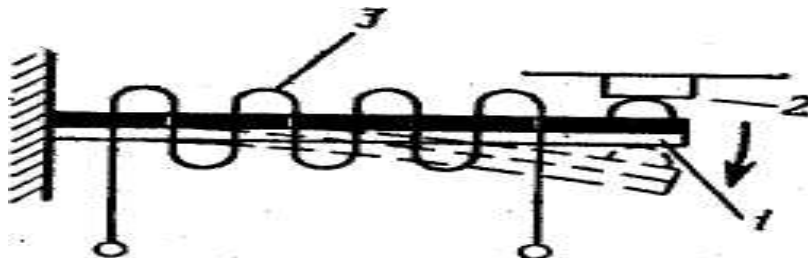

Рис.1 Тепловое реле
1. Зарисовать рис.1 с обозначениями элементов, из которых состоит реле.